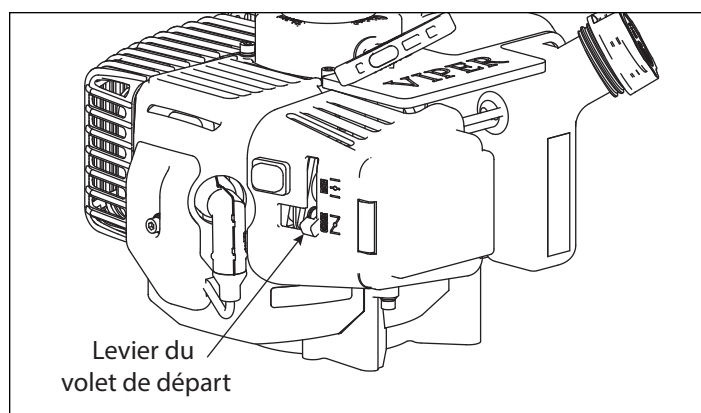

Figure 4
1. Avant de déposer le couvercle de filtre à air, mettre le levier de départ en position ÉTRANGLÉ. **VOIR FIGURE 4.**